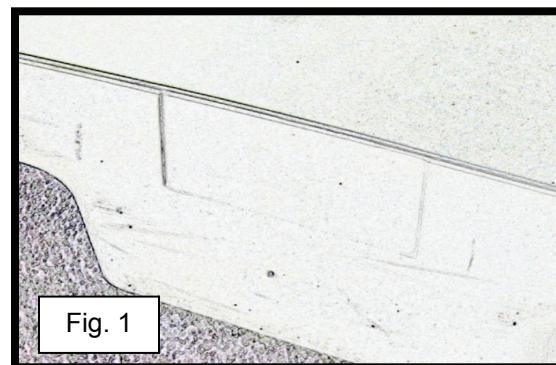

Fig. 1
- 1) Leta reda på det avsedda rektangulära området som är placerat på utsidan av uppsamlingsplattformen (se fig. 1). Detta är den plats som Justrite Manufacturing rekommenderar för placering av fogklämmorna.